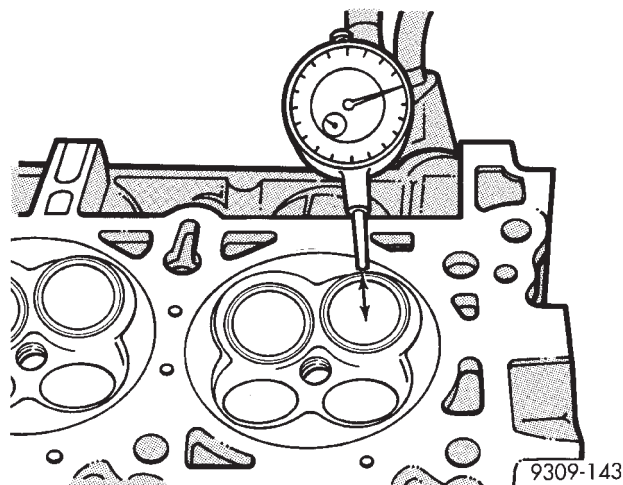

Abb. 112 Verschleiß der Ventilführungen messen
(1) Spiel des Ventilschafts in der Führung wie folgt messen:
(2) Ventil so in den Zylinderkopf einsetzen, dass es 15 mm (0,590 Zoll) vom Ventilsitz abgehoben ist. Das Ventil kann mit einem kleinen Stück Schlauch in dieser Lage gehalten werden.
(3) Messuhr C-3339 am Zylinderkopf befestigen und im rechten Winkel zu dem zu prüfenden Ventilschaft einrichten (Abb. 112).
(4) Ventil in Richtung zur Messuhr hin- und herbewegen. Näheres hierzu siehe Tabelle mit Kenndaten der Ventilführungen.